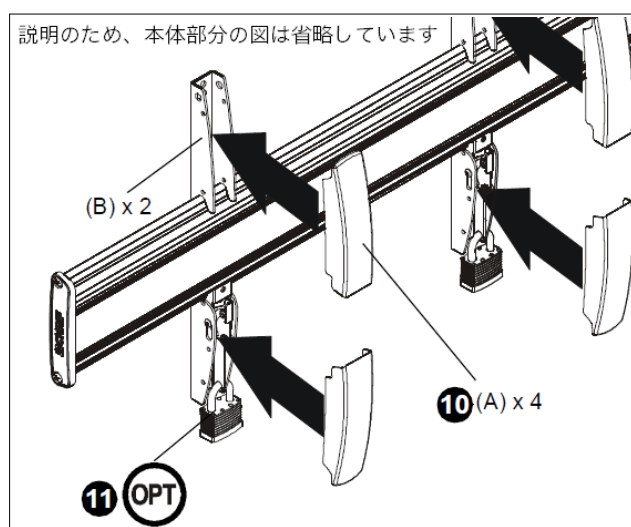

図8
11. 別売りの南京錠（付属していません）を使用して、アップライトをヘッドアセンブリに固定しますと不用意にディスプレイが取り外されることを防ぐことができます。（図8を参照）